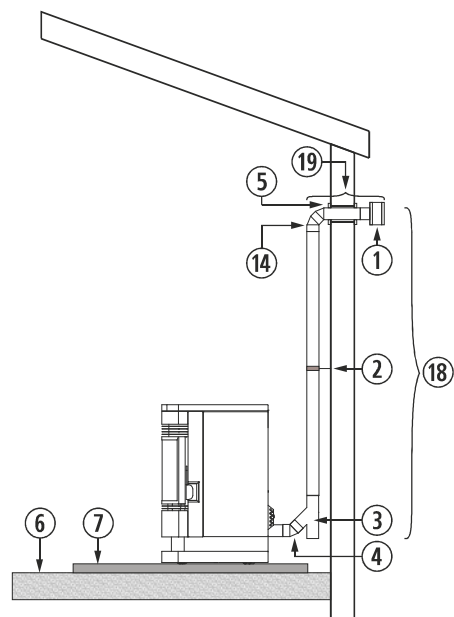

Figura 8
4.26. L'installazione di una stufa ad incasso in un caminetto può essere realizzata in completa totalità in un tubo flessibile, così come è indicato nella *figura 8*. Dobbiamo prestare speciale attenzione al momento di realizzare l'isolamento tra il caminetto e il tubo di fuoriuscita di gas per evitare possibili arretramenti di gas in caso di tormenta.
②	Collare di fissaggio in acciaio inox.
③	Giunto a "T" a 135° con filtro.
⑥	Pavimento in legno.
⑦	Protezione non infiammabile.
⑩	Tubo in acciaio inossidabile flessibile.
⑪	Manicotto d'unione tra flessibile e rigido.
⑫	Isolante anti -arretramento.
⑮	Minimo 200mm.
⑯	Deve superare di 1 metro il tetto.
⑰	Se superiore a 4m aumentare le dimensioni.